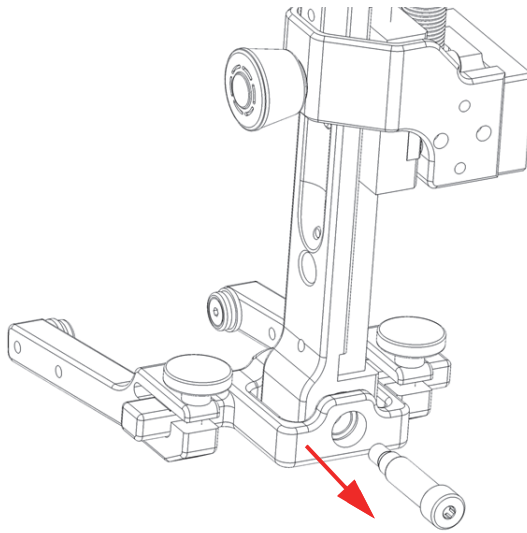

Abbildung 5-3 Entfernen der hinteren Schraube
1. Lösen und entfernen Sie mit einem 2,5-mm-Sechskantschlüssel die Schraube an der Rückseite des Schwenkträgers (Abbildung 5-3 auf Seite 80).